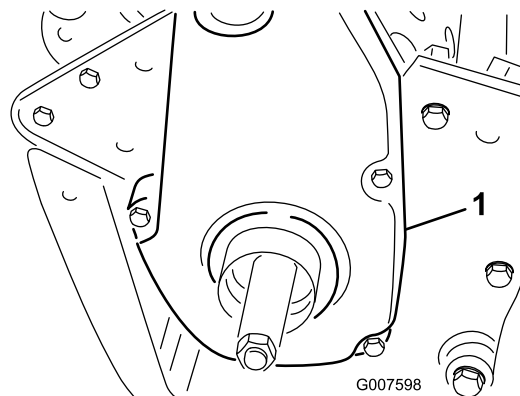

Figura 37
1. Togliete i dispositivi di fissaggio del copricinghia e il copricinghia per accedere alla cinghia (Figura 37).